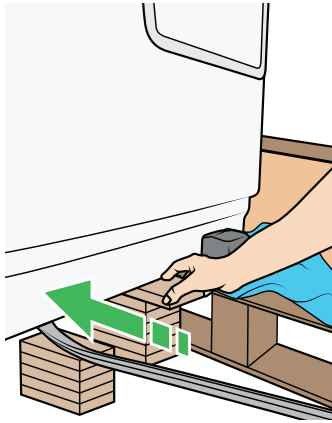

Figure 18
5. Soulevez la baignoire à l'aide d'un pied-de-biche et de deux piles de cales de bois pour la soulever de la palette. Voir Figure 18.